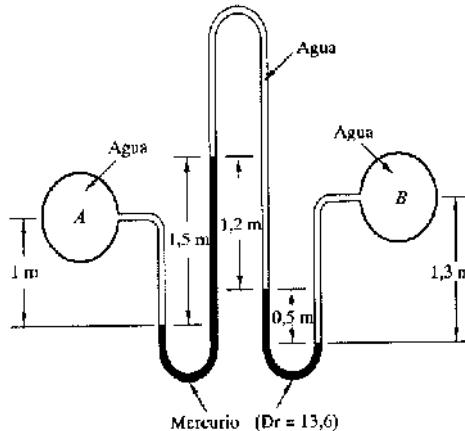

Figura 5
- 4) De acuerdo a la situación y datos que se muestran en la figura 5, determinar la presión manométrica, en Pascal, entre los puntos A y B.